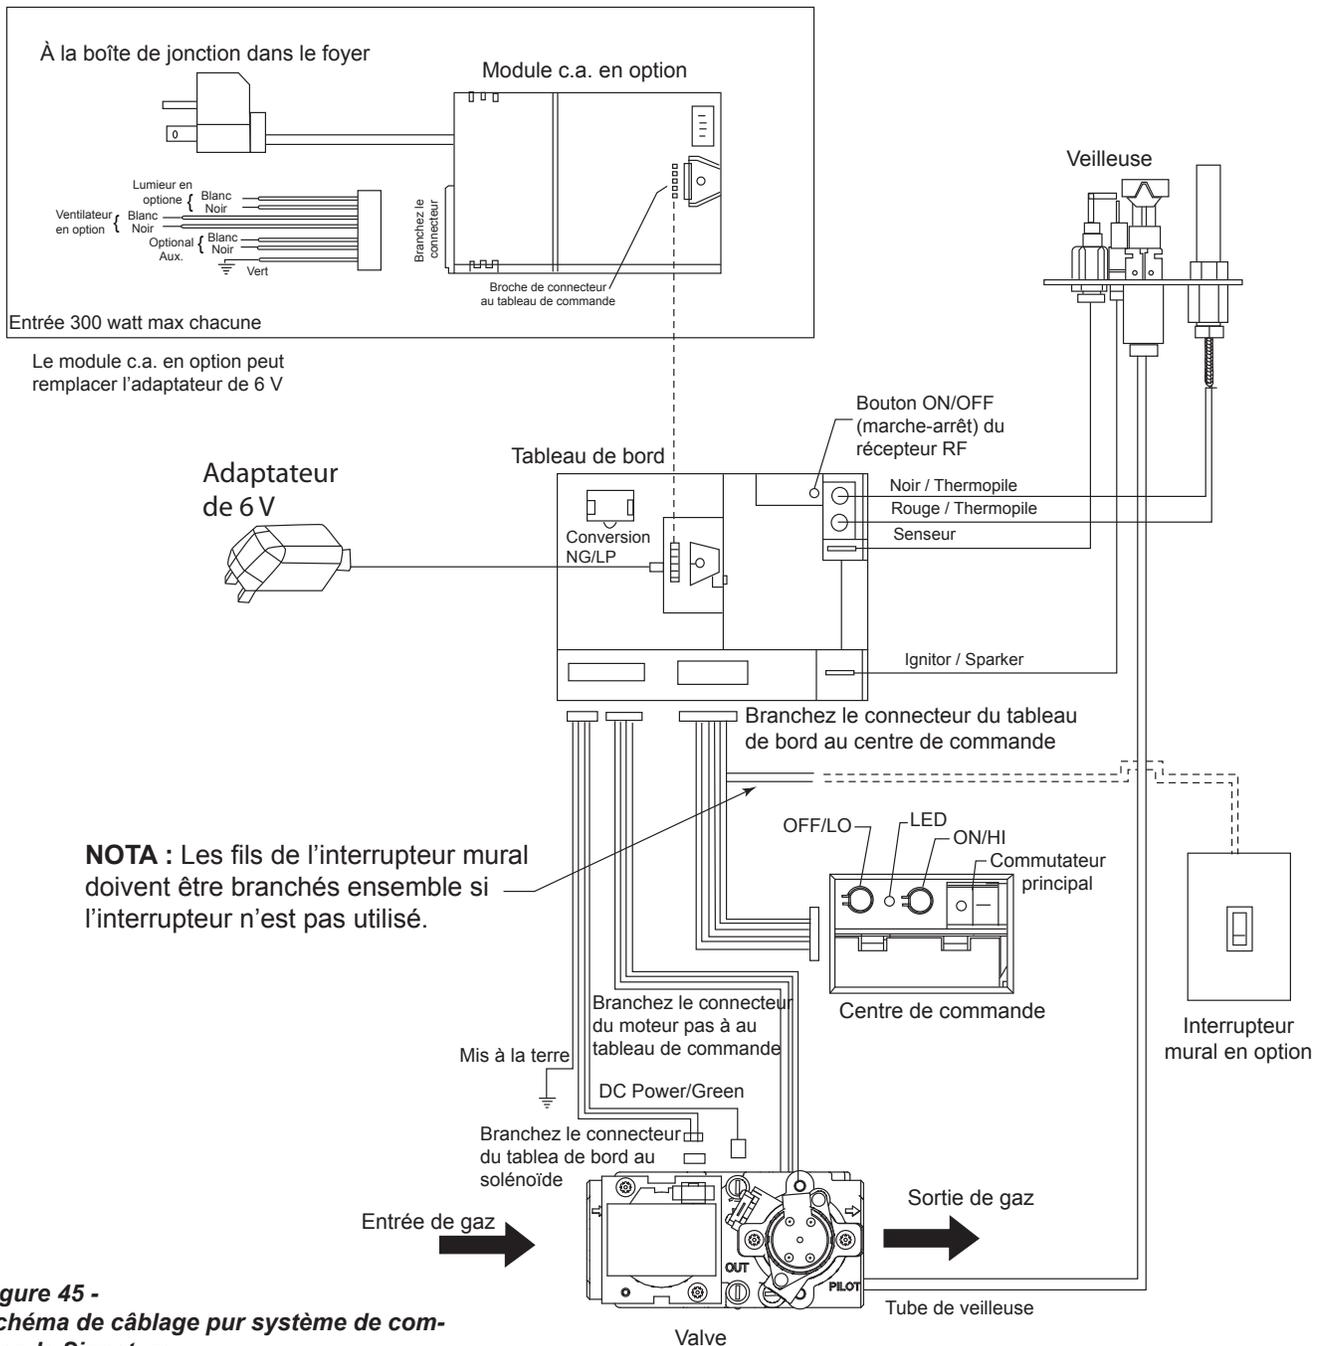

Figure 45 - Schéma de câblage pur système de commande Signature
Les raccordements des fils de l'interrupteur mural sont accessibles à partir du faisceau de câblage de 2 pi allant de la boîte de commande au centre de commande. Figure 45. Le raccordement est étiqueté « Wall Switch » (interrupteur mural). Débranchez les connecteurs mâle et femelle et branchez les deux (2) fils basse tension fournis. Acheminez le fil à l'emplacement souhaité sur le mur. Il est possible d'utiliser jusqu'à 50 pi de fil de calibre 18 si nécessaire. Raccordez les fils à l'interrupteur mural. Fixez l'interrupteur mural dans la boîte de jonction et vissez le couvercle.